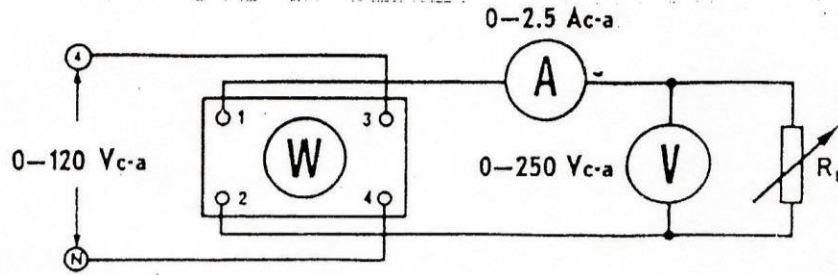

Figura 3
- g) Conecte el circuito de la figura 3. Observe que este circuito es idéntico al que se usó en los procedimientos 2 y 3, excepto que ahora las terminales de entrada y salida del vatímetro se han intercambiado.